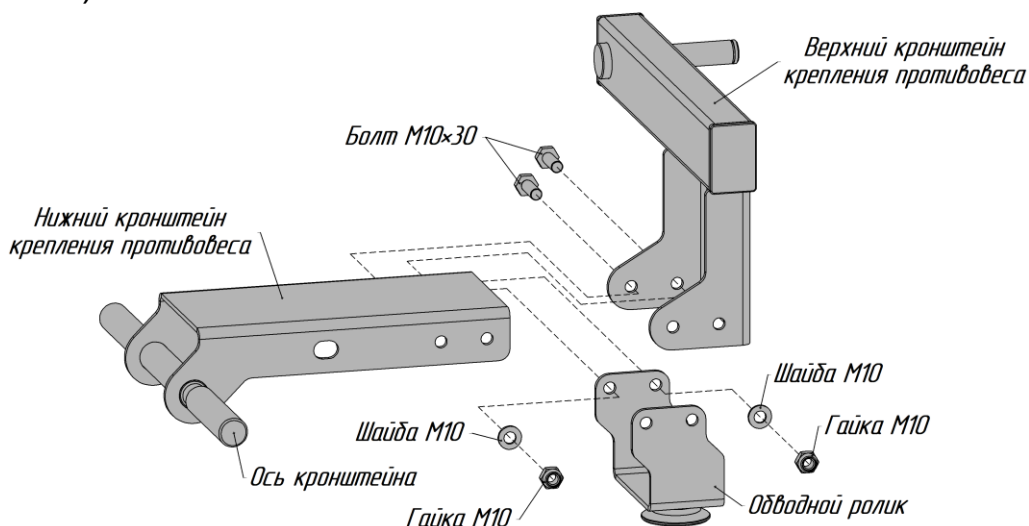

Рисунок 5
8. Соедините вместе Нижний кронштейн крепления противовеса, Верхний кронштейн противовеса и Обводной ролик зафиксировав их между собой с обеих сторон Болтами М10×30 (4 шт.), Шайбами М10 (4шт.) и Гайками М10 (4 шт.) (рисунок 5).